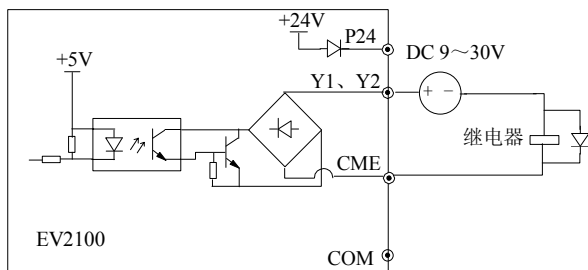

图3-29 多功能输出端子接线方式2
②多功能输出端子Y1、Y2也可使用外部电源，9~30V，接线方式请参见图3-29。